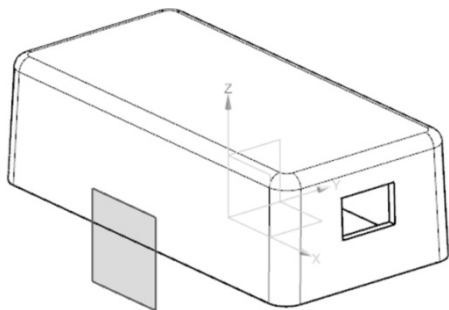
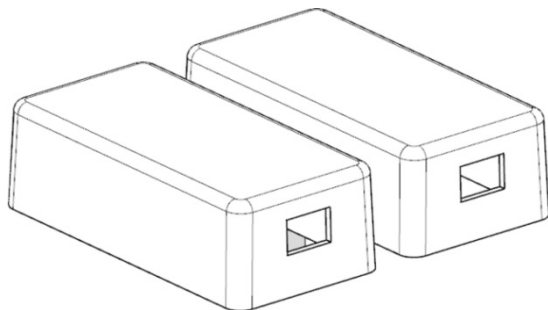

图 9-3 创建基准平面
图 9-4 创建镜像特征
(5) 选取“菜单 | 插入 | 基准/点 | 基准平面”命令，在【基准平面】对话框中对“类型”选择“按某一距离”，创建基准平面，与 ZOX 平面的距离为 30 mm，如图 9-3 所示。
(6) 选取“菜单 | 编辑 | 特征 | 移除参数”命令，移除实体的参数。
(7) 选取“菜单 | 插入 | 关联复制 | 镜像特征”命令，创建镜像特征，如图 9-4 所示。